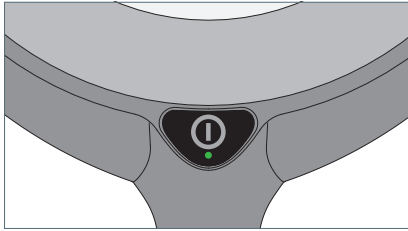

Fig. 9: Taste.
- ▶ Drücken Sie die Taste, siehe Fig. 9.
- ▶ Drücken Sie die Taste und halten Sie diese Taste gedrückt, siehe Fig. 9.
- ▶ Drücken Sie die Taste zweimal schnell hintereinander, siehe Fig. 9.